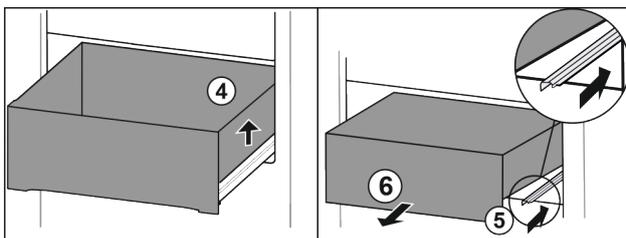

Fig. 83
- ▶ Schubfach rechts anheben. Fig. 83 (4)
- ▶ Rechte Schiene einschieben. Fig. 83 (5)
- ▶ Schubfach nach vorne entnehmen. Fig. 83 (6)